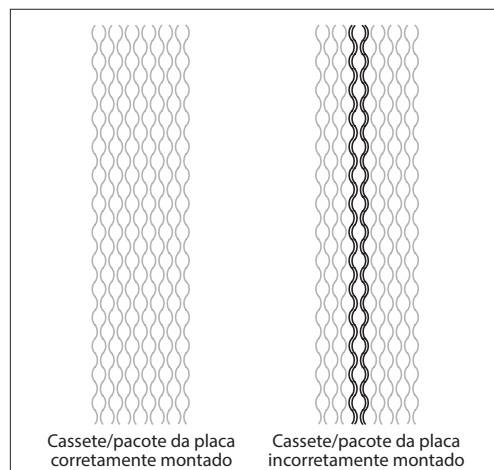

Fig. 13. Montagem correta/incorrecta do pacote de placas
- Verificar o padrão da borda do placa/cassete para obter uniformidade (ver fig. 13)